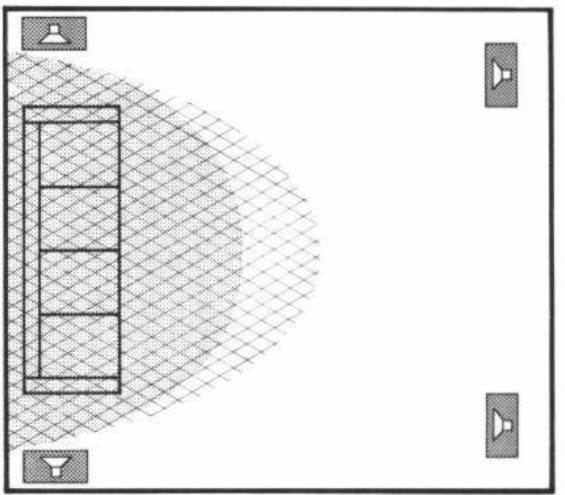

Fig. 11
Die Aufstellung der Lautsprecherboxen für vierkanalige Wiedergabe kann, wie in Fig. 11 und 12 gezeigt, erfolgen. Das vordere Boxenpaar ist an die Buchsen FRONT und die rückwärtigen Lautsprecher an die Buchsen REAR anzuschließen. Rechts (RIGHT) und links (LEFT) gilt vom Zuhörer aus gesehen. Stellen Sie zunächst die gewünschte Gesamtlautstärke mit dem Lautstärkeregler (40) ein und bringen Sie den Betriebsarten-Schalter (MODE) (31) in die Stellung Q1.
The speaker for 4-channel reproduction can be set up as shown in Fig. 11 and 12. The front pair of speakers should be connected to the FRONT jacks, the rear speakers to the REAR jacks. Right (RIGHT) and left (LEFT) are as seen by the listener.
An dieser Buchse liegt unmittelbar das vom Tonabnehmersystem kommende Signal vor dem Entzerrer-/Vorverstärker. Diese Anschlussbuchse benutzen Sie bitte nur, wenn Sie den Plattenspieler Ihrer HiFi-Stereo-Anlage ohne den eingebauten Verstärker verwenden (Anschluß an den Magnet-Tonabnehmer-Eingang eines separaten Leistungsverstärkers) oder wenn Sie Ihr Gerät an einen CD 4-Demodulator anschließen wollen. Mit dem Anschluß eines Demodulators oder separaten Verstärkers wird der eingebaute Verstärker automatisch abgeschaltet. Aufstellung der Lautsprecherboxen siehe Fig. 11 und 12.
The signal from the pick-up cartridge directly before in equalizer preamplifier is available at this jack. This connection jack should only be used if you want to use the turntable of your hifi stereo system without the built-in amplifier (connection to the magnetic cartridge input of a separate output amplifier) or if you want to connect your unit to a CD 4 demodulator. When a demodulator or separate amplifier is connected the built-in amplifier is automatically switched off. For speaker arrangement see Figures 11 and 12.